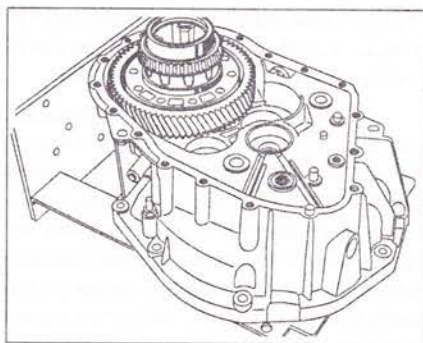

Рис. 5.47. Снимите шестерню.
13. Снимите шестерню (рис. 5.47).